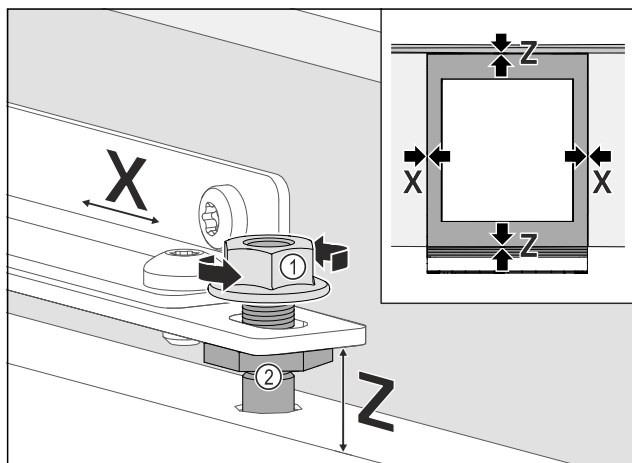

Fig. 76
- Allineare la porta del mobile sui lati: Allentare Fig. 76 (1) il controdado, spostare la porta del mobile in direzione X.
- Serrare Fig. 76 (1) i controdadi.
- Allineare la porta del mobile all'altezza Z e all'inclinazione laterale: Regolare Fig. 76 (2) i bulloni di registrazione.